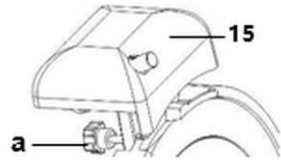

Fig. 9
2. Desserrer la molette de fixation (a) de l'aiguseur(15) à l'arrière de l'appareil (fig. 9).
3. Retirer l'aiguseur (15) et le retourner de 180°.
4. Placer l'aiguseur (15) dans la glissière prévue à cet effet et serrer la molette de fixation (a).
6. Brancher l'appareil à une prise simple reliée à la terre, et mettre en marche l'appareil à l'aide de la touche blanche DÉPART (B).
1. Retirer l'aiguiser de l'appareil (fig. 9).
1. Retirer l'aiguisoir de l'appareil (fig. 9).